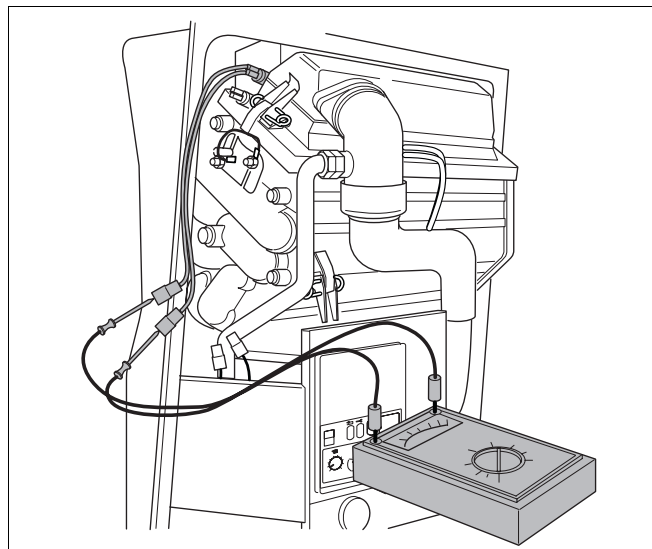

Abb. 13 Abgas-STB prüfen
- STB auf Durchgang prüfen (Abb. 13).